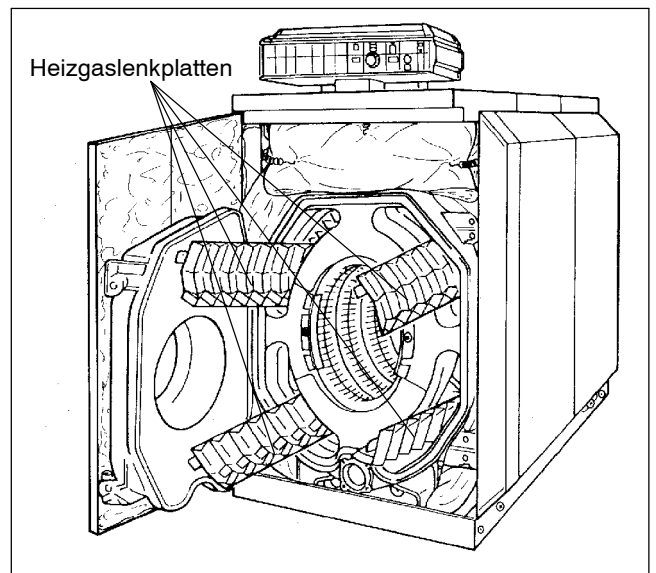

Abb. 54
- Heizgaslenkplatten nach vorne aus den Heizgaszügen entnehmen (Abb. 54).